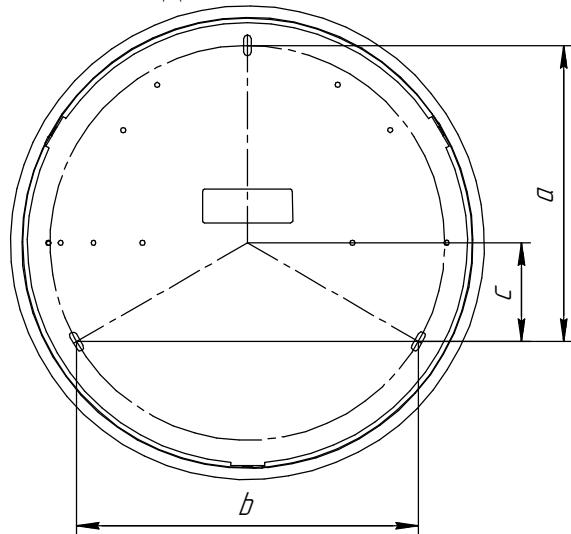

Рисунок 3.2 - Схема нанесения разметки
5.3 Разметьте места крепления отсека источника питания согласно схеме на рис. 3.2.